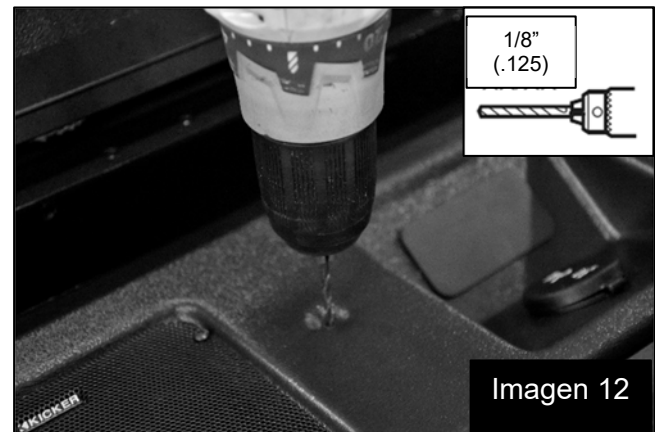

Imagen 12
17. Instale temporalmente la pantalla acústica del altavoz y coloque sin ajustar los seis pernos de reemplazo suministrados. Imagen 12
19. Utilice una broca de 1/8" (0.125 cm) para marcar los dos orificios guía donde colocará los tornillos de rosca fina suministrados y luego retire los pernos y la pantalla acústica del altavoz. Imagen 12